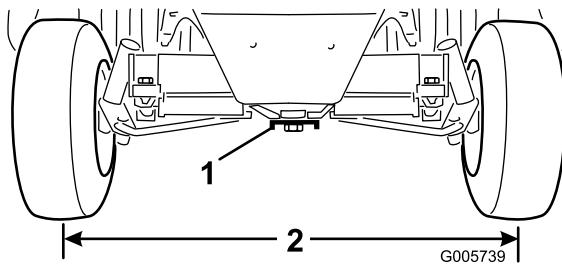

Bild 51
2. Lösen Sie die Klemmmuttern an beiden Spurstangen und stellen Sie die Stangen ein, bis der Mitte-zu-Mitte Abstand an den Vorder- und Hinterrädern gleich ist (Bild 51).